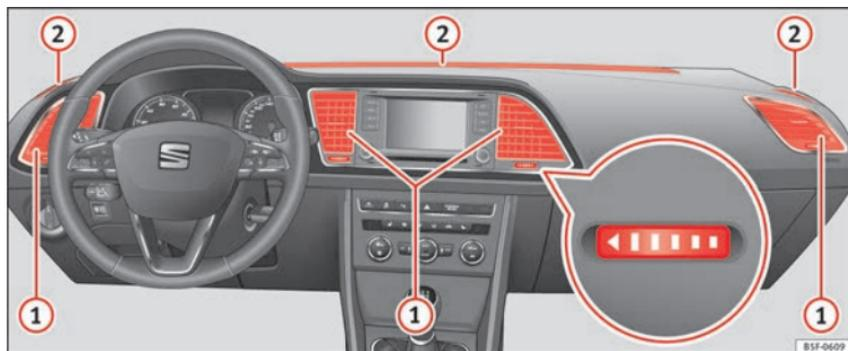

Fig. 140 En el tablero de instrumentos: difusores de aire.
Para garantizar la calefacción, refrigeración y ventilación dentro del habitáculo, los difusores de aire » fig. 140 ① deberían permanecer abiertos.